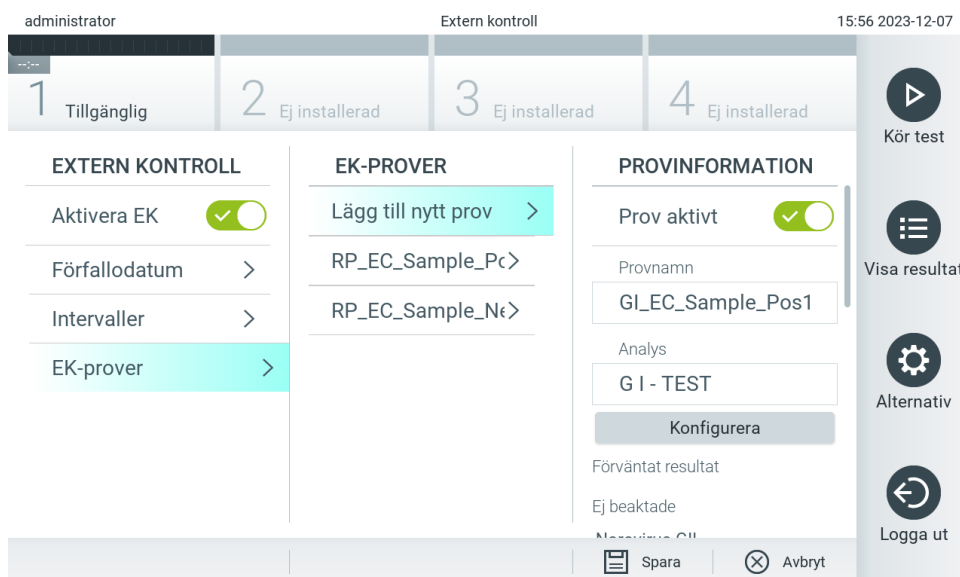
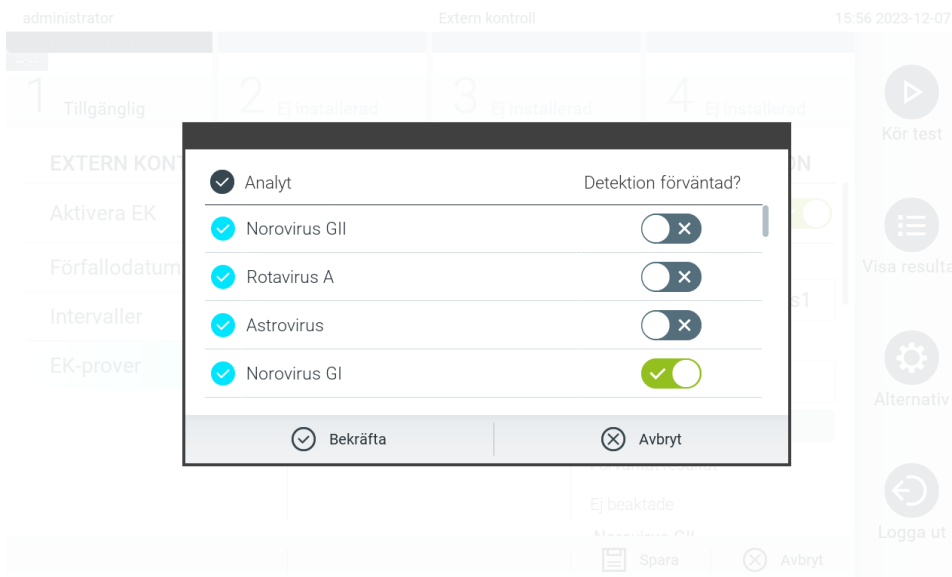

Bild 78. Skärmen External Control EC Samples (Extern kontroll EK-prover).
Bild 79. Konfigurationsskärm för Extern kontroll EK-prov.
9. Välj **EC Samples** (EK-prover) för att lägga till eller redigera prover som används i ett extern kontroll-test. För att lägga till ett nytt prov för extern kontroll trycker du på **Add new Sample** (Lägg till nytt prov) och fortsätter sedan med konfigurationen i höger kolumn (bild 78). Redigera ett EK-prov, välj ett befintligt från mitterkolumnen och fortsätt med konfigurationen i höger kolumn.
10. Välj **Configure** (Konfigurera) för att redigera analyterna i ett Extern kontroll-test (bild 78). I konfigurationen av Extern kontroll EK-prov går det att bestämma om en analyt övervägs för Extern kontroll EK-körningen och om en detektion förväntas (bild 79).